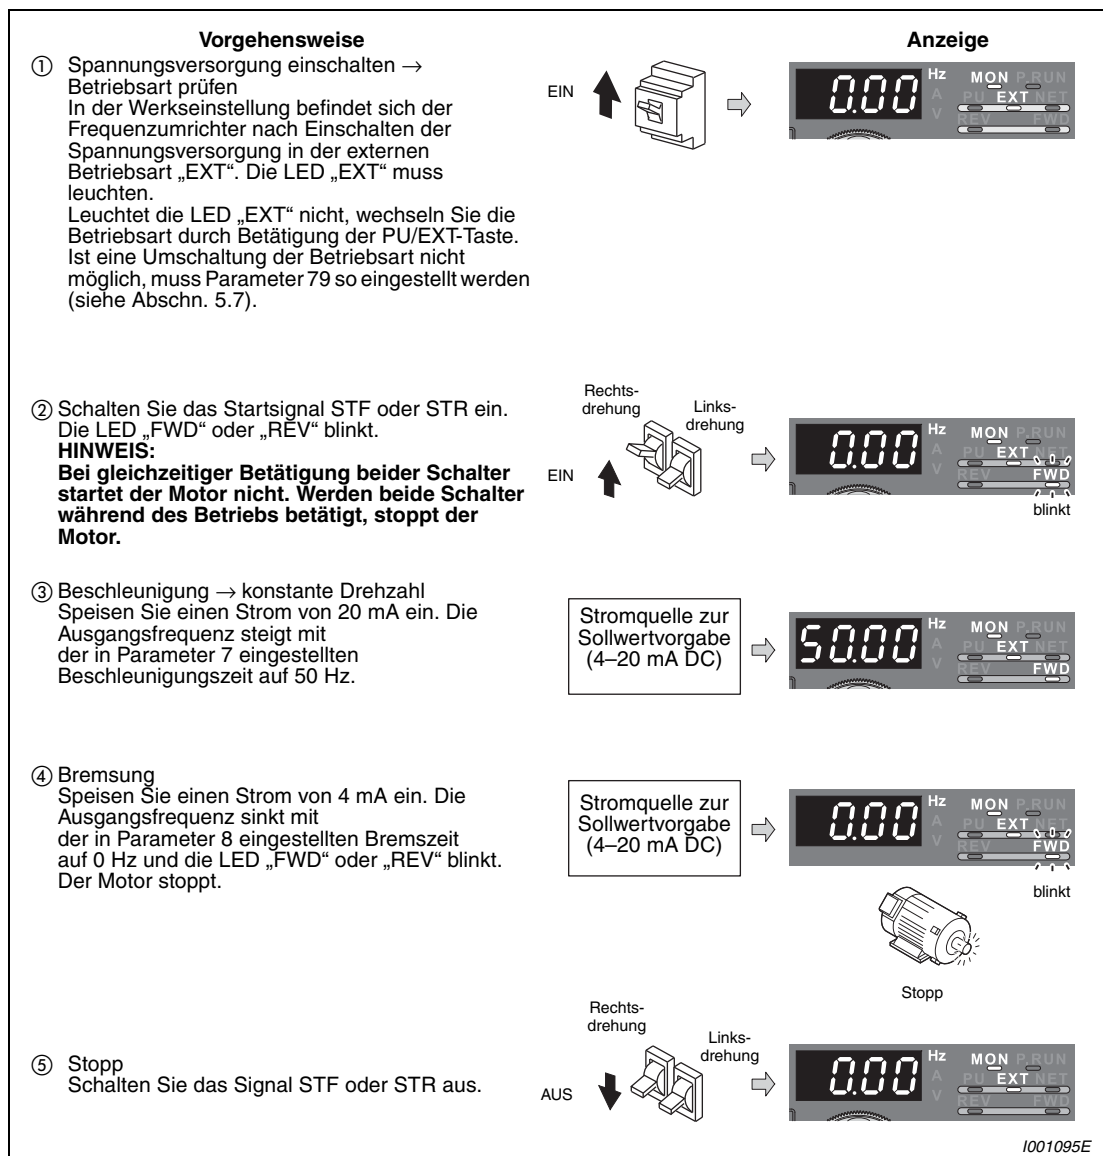

Abb. 4-28: Betrieb des Frequenzumrichters mit analoger Strom-Sollwertvorgabe
① Drehen Sie den Digital-Dial, bis „P.126“ (Pr. 126) erscheint.
② Betätigen Sie die Taste SET, um den aktuellen Wert anzuzeigen. Die Werkseinstellung „50.00“ (50,00 Hz) erscheint.
③ Drehen Sie den Digital-Dial, bis „40.00“ (40,00 Hz) erscheint.
④ Betätigen Sie die Taste SET, um den Wert zu speichern.
⑤ Betätigen Sie zweimal die Taste MODE zur Anzeige der Ausgangsfrequenz.
⑥ Schalten Sie das Startsignal STF oder STR ein und speisen Sie einen Strom von 20 mA ein (siehe Abb. 4-28, Schritt ② bis ⑤).